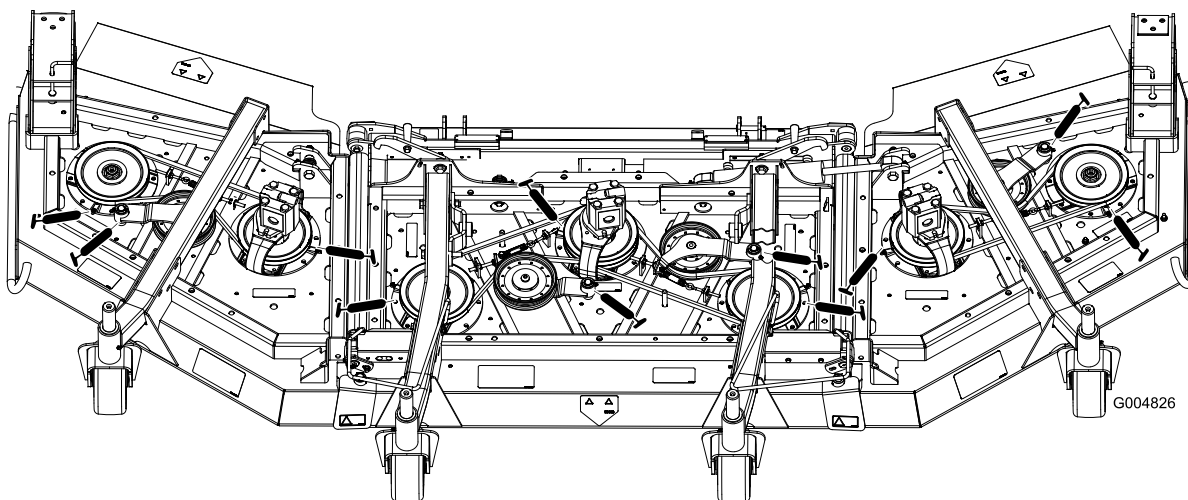

Figura 40
- Cojinetes de eje (3) (situados debajo de la polea) (Figura 40).
- Casquillos del pivote del brazo tensor (2) (Figura 40)